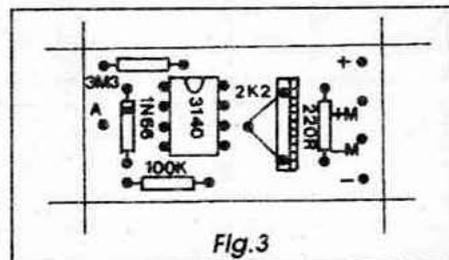

Fig.3
- FIG. 3 - CHAPEADO DA MONTAGEM - O lado não cobreado da placa também é simples, com a colocação dos poucos componentes claramente estilizada na figura, nos moldes e padrões gráficos adotados por APE desde a fundação da Revista... Os componentes estão diagramados pelas suas aparências e/ou símbolos, incluindo dados essenciais como: valores, polaridades, códigos, etc. Não há o que errar...! É só prestar atenção, realizando a inserção e a soldagem passo-a-passo, sem pressa... Dois dos componentes são polarizados (o integrado e o diodo), devendo o caro leitor/hobbysta notar que o CA3140 e o 1N66 (ou diodo equivalente...) devem, ambos, serem posicionados com as respectivas extremidades marcadas voltadas para o lugar ocupado pelo resistor de 3M3... Quanto aos resistores, cuidado para não trocar seus locais de acomodação, em função dos respectivos valores... quem ainda (aiiinda...?) tiver dúvidas, deve recorrer ao TABELÃO APE, buscando lá o socorro para a correta interpretação do CÓDIGO DE CORES que permite a leitura dos valores dos ditos componentes... No mais, a inserção e soldagem não apresenta o menor problema... Ainda assim, uma conferência final deve ser feita nessa fase, verificando-se valores, códigos e posições das peças, bem como o estado dos pontos de solda (isto pela face cobreada do impresso...). O leitor/hobbysta/iniciante notará que existem alguns pontos perifé-